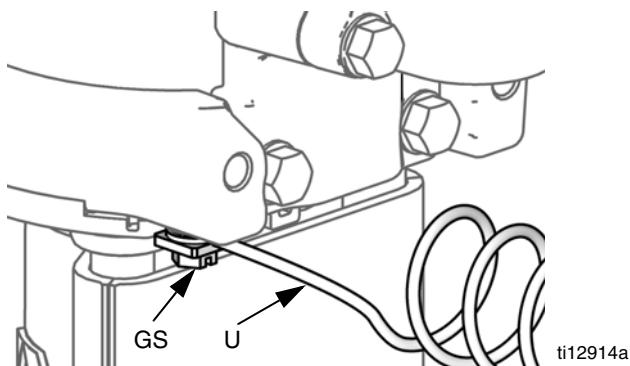

Fig. 2 : Fil de terre
Consultez la FIG. 2. Vérifiez si la vis de mise à la terre (GS) est correctement fixée et serrée sur le moteur pneumatique. Raccordez l'autre extrémité du fil de terre (U) à une véritable prise de terre.